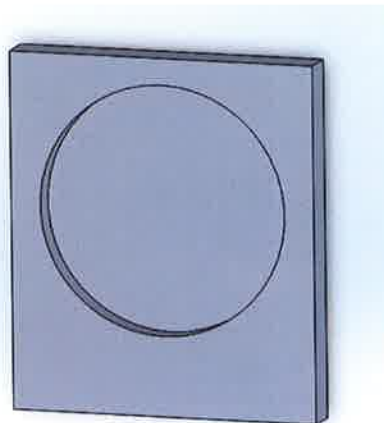

Abb. 5: Eine kreisrunde Vertiefung wird herausgearbeitet
2. Eine runde Vertiefung herausarbeiten (siehe Abb. 5).